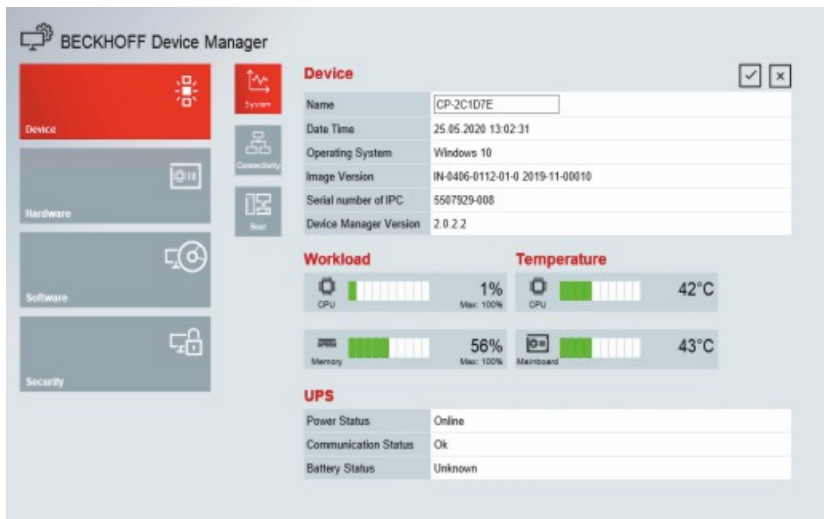

Abb. 17: Beckhoff Device Manager - Startseite
2. Heben Sie den PC soweit an, dass die Befestigungsschrauben in die Schlüssellöcher (siehe Abb. 17) rutschen.